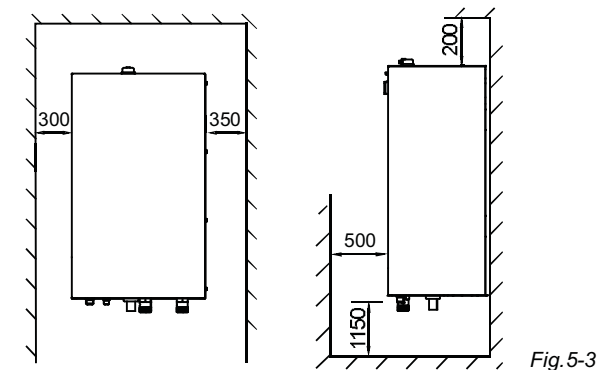

Fig. 5-3
- El espacio alrededor de la ud. es adecuado para su func. Fig. 5-3.
- Se necesita espacio para el mantenimiento, ver la fig. 5-3.